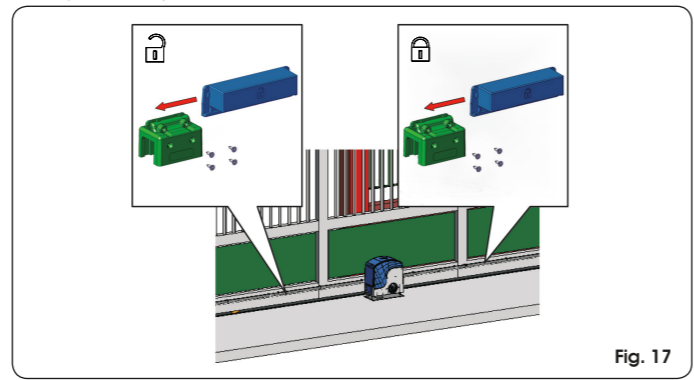

Fig. 17
El operador está provisto de un final de carrera magnético que manda la parada del movimiento de la cancela cuando el imán, fijado en la parte superior de la cremallera, activa el sensor. Los imanes suministrados con el operador están expresamente polarizados y sólo accionan un contacto del sensor, el contacto de cierre o el de apertura. El imán que acciona el contacto de cancela abierta lleva el símbolo de un candado abierto, mientras que el imán que activa el contacto de cancela cerrada lleva el símbolo de un candado cerrado (véase Fig. 17). Para colocar correctamente los dos imanes de final de carrera proceda del siguiente modo:
- Montar los dos imanes como se indica en la hoja anexa y en la fig. 17.